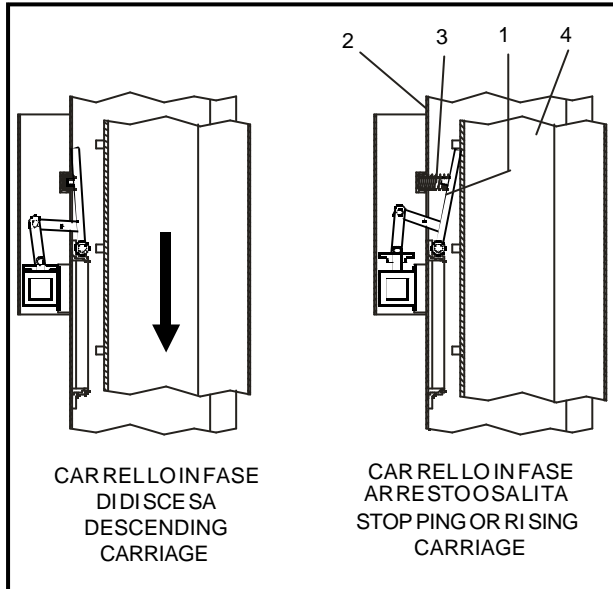

Fig.18
- in caso di rottura del cilindro idraulico interverrà automaticamente il martelletto di sicurezza (rif.1) (vedere Fig.18), posti all' interno delle colonne (2), che, spinti dalla molla (3), arresteranno immediatamente i carrelli (4) impedendone la discesa.
- If the hydraulic cylinder breaks, the safety wedges will trip (ref.1, see fig.18), located inside the posts (2). The wedges are pushed by the spring (3) and immediately stop the carriage (4) preventing their descent